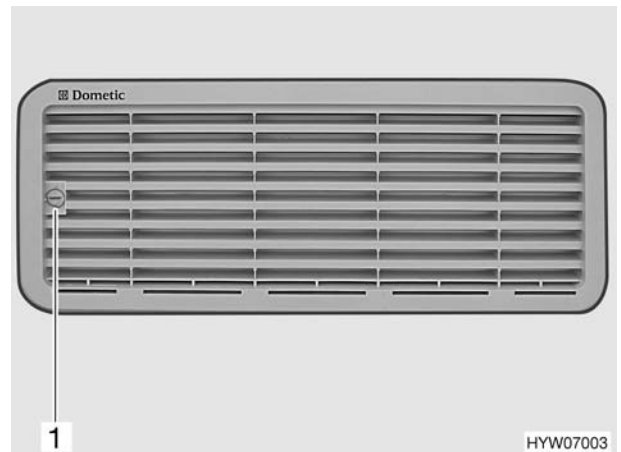

Fig. 160 Griglia di aerazione del frigorifero (variante 1)
- Con l'aiuto di una moneta ruotare la vite (Fig. 160,1) di un quarto di giro.